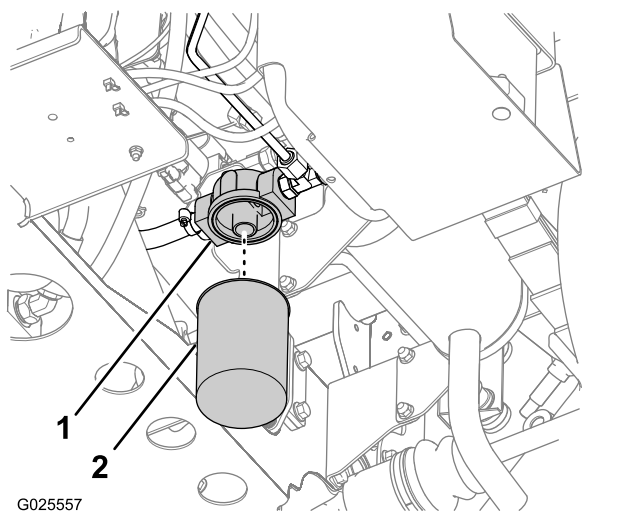

Figura 81
5. Limpie la superficie de asiento del adaptador del filtro (Figura 81).
7. Enrosque el filtro sobre el adaptador del filtro hasta que la junta del filtro toque la superficie de asiento del adaptador (Figura 81), y luego apriete el filtro 1/2 vuelta más (Figura 81).
2. Limpie la zona de montaje del filtro (Figura 81).
3. Coloque un recipiente debajo del filtro (Figura 81).
4. Retire el filtro girándolo en sentido antihorario (Figura 81).